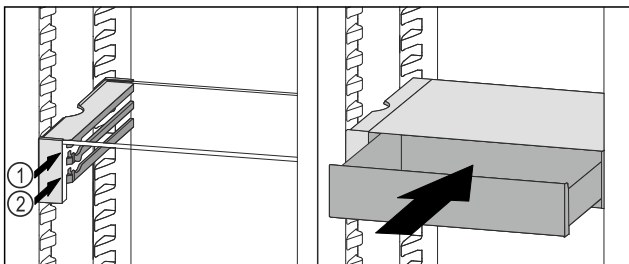

Fig. 182
- Placer le tiroir VarioSafe derrière les butées sur la nervure désirée Fig. 182 (1) ou Fig. 182 (2).